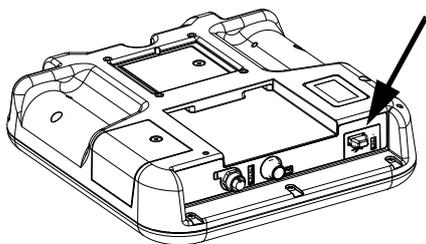

Рис. 60. Порт USB на ADM.
1. Вставьте флэш-диск USB в порт USB. См. Рис. 60.